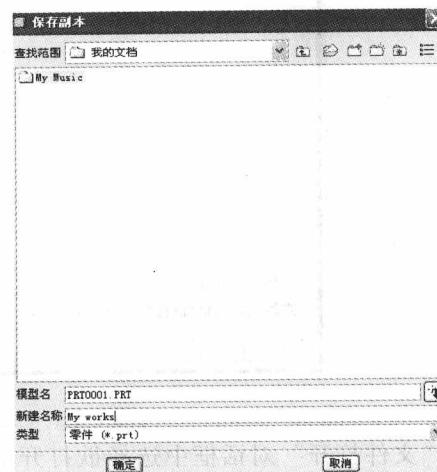

图 1-8 “保存副本”对话框
(2) 保存副本 保存活动对象的副本，副本的文件名不能与源文件名相同。从菜单栏上选择“文件”→“保存副本”命令，打开“保存副本”对话框，指定好保存目录后，在“新建名称”文本框中输入副本名称，如图 1-8 所示，单击“确定”按钮。